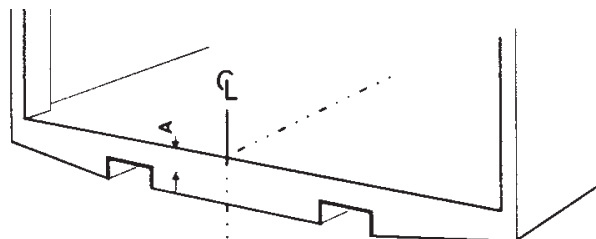

Bild 13. Mät ut och markera mittpunkten på fordonets bakbalk
1. Mät ut och markera mittpunkten på fordonets bakbalk, Se Bild 13.